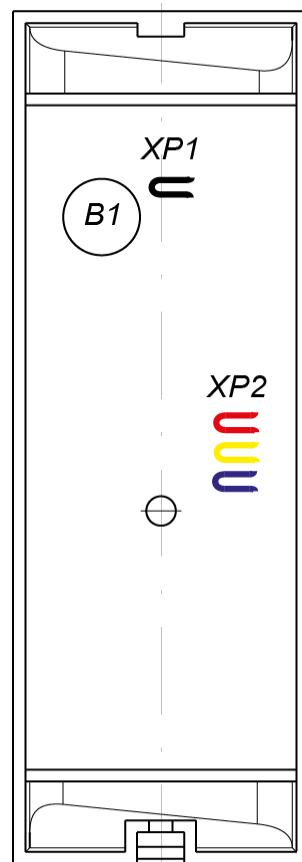

Рисунок 2. Расположение перемычек «номер считывателя» (XP2), перемычки «отключение концевого резистора» (XP1) и пьезоэлемента (B1)
Защита электроники от негативных воздействий окружающей среды обеспечивается за счет заливки его платы компаундом. Кабель для подключения считывателя выведен с его тыльной стороны. Кроме того, на тыльной стороне считывателя расположены четыре перемычки проводом (см. рис. 2):
- При помощи трех перемычек **XP2** (см. рис. 2) установите номер считывателя, для чего в соответствии с табл. 2 необходимые перемычки перекусите кусачками. Разрезанные перемычки не должны контактировать с другими перемычками и с металлическим основанием.
- С целью предотвращения искажений сигнала на концах линии связи *RS-485* должны быть установлены концевые резисторы. В считывателе **PERCo-MR07.1** такой резистор предусмотрен конструктивно. Если устанавливаемый считыватель не является конечным устройством на линии связи, то на нем необходимо отключить концевой резистор, для чего перекусите перемычку **XP1** (см. рис. 2). Проверьте наличие концевых резисторов на реальных концах линии связи интерфейса *RS-485*.